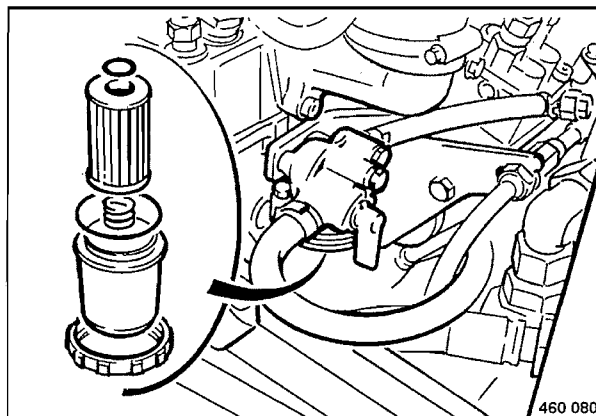

Fig. 110
- Desenroscar el receptáculo del filtro (Fig. 110).